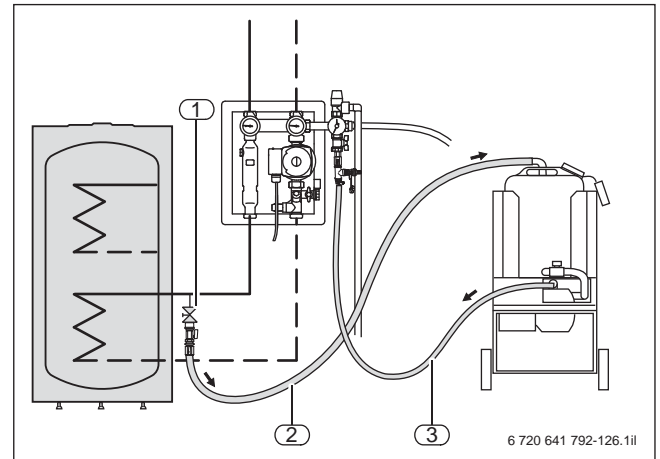

Bild 156 Spülen eines Standardsystems mit einem Speicher Logalux SM, SMS, SMH, P750 S oder PNR(Z)
- ▶ In der Rohrleitung zum Wärmetauscher in der Nähe des Speichers bauseits ein Füll- und Entleerhahn installieren (→ Bild 156).